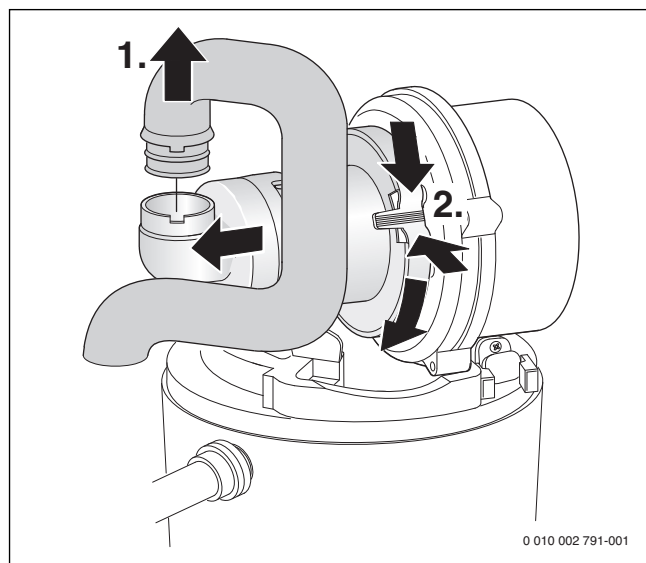

Bild 57 Ta bort sugröret och blandningsadaptern
- Ta bort blandningsadaptorn (→ bild 57).